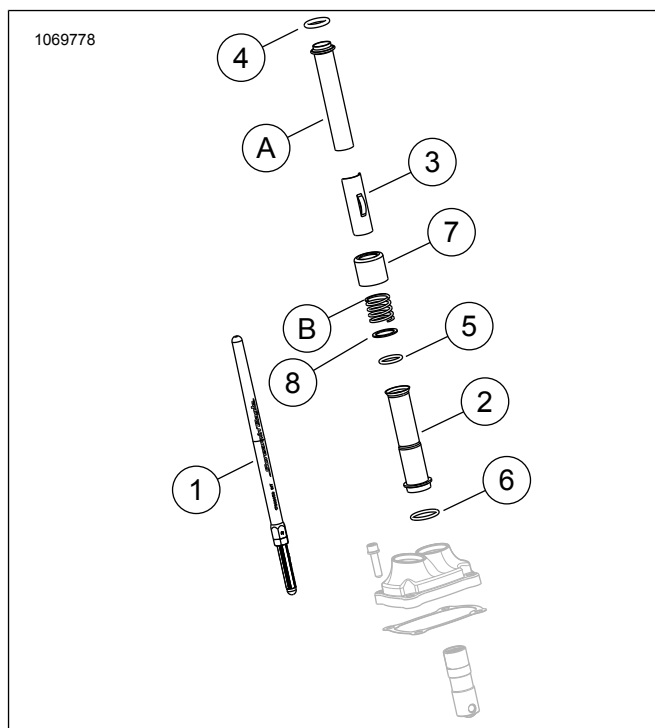
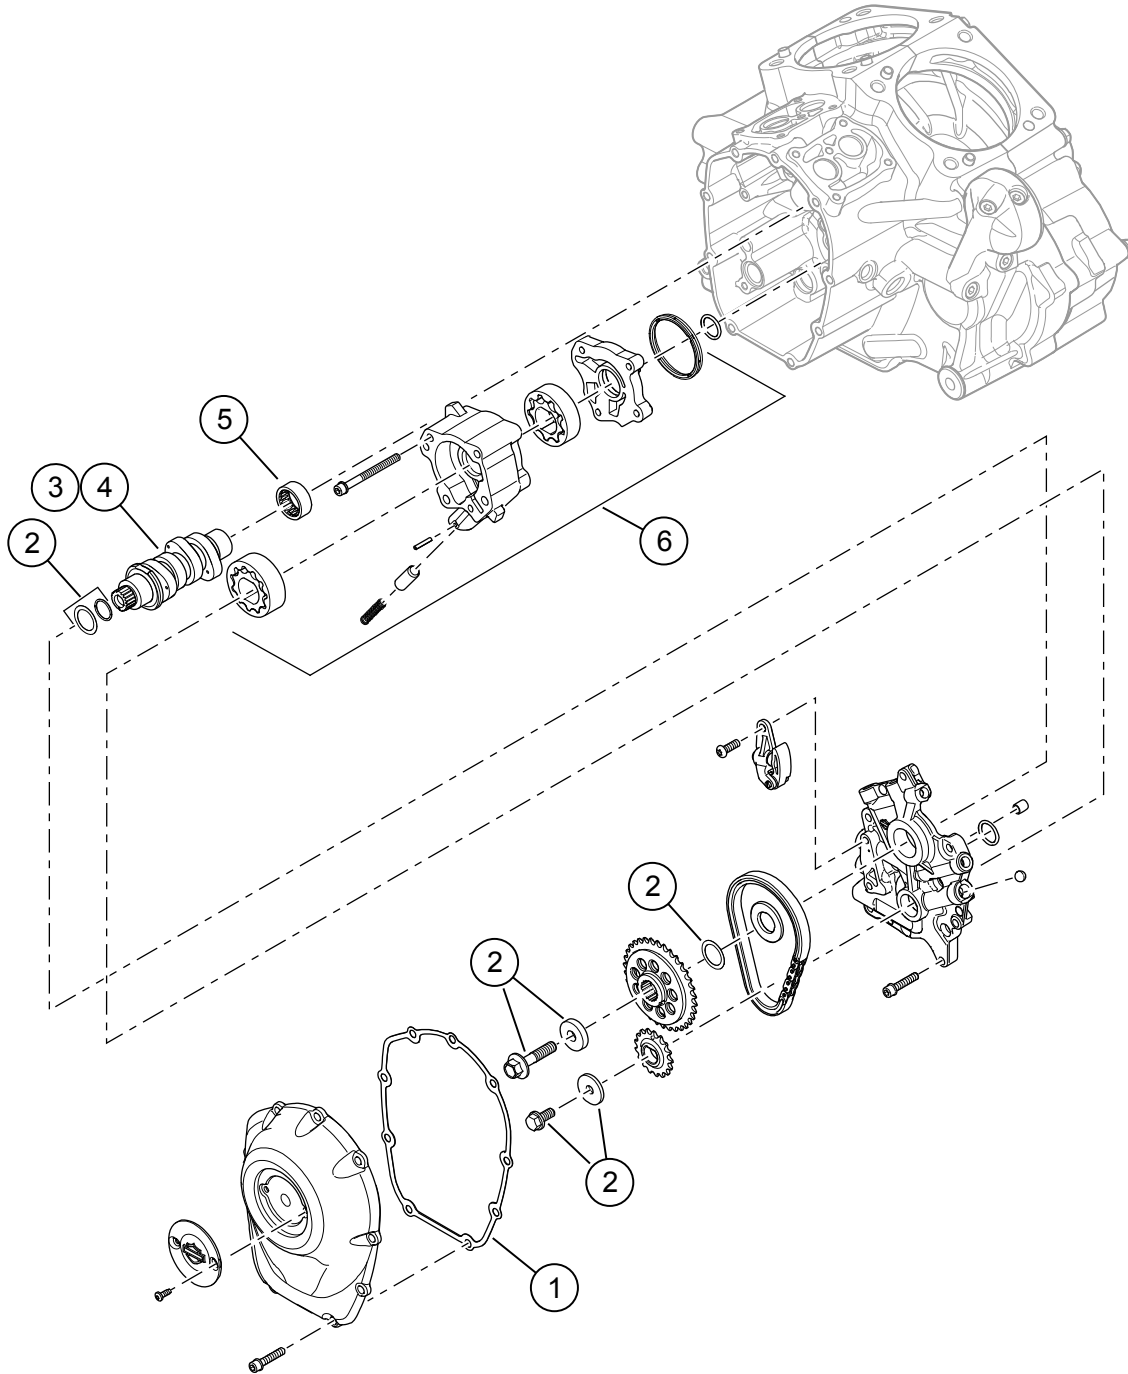

Figura 3. Piezas de repuesto
Figura 4. Piezas de servicio: Kit Screamin' Eagle Milwaukee-Eight Stage 2
Vea Figura 3 a Figura 4, y Tabla 2 a Tabla 3.
1. Figura 4 Instale la bomba de aceite. Consulte la sección MOTOR en el Manual de servicio.